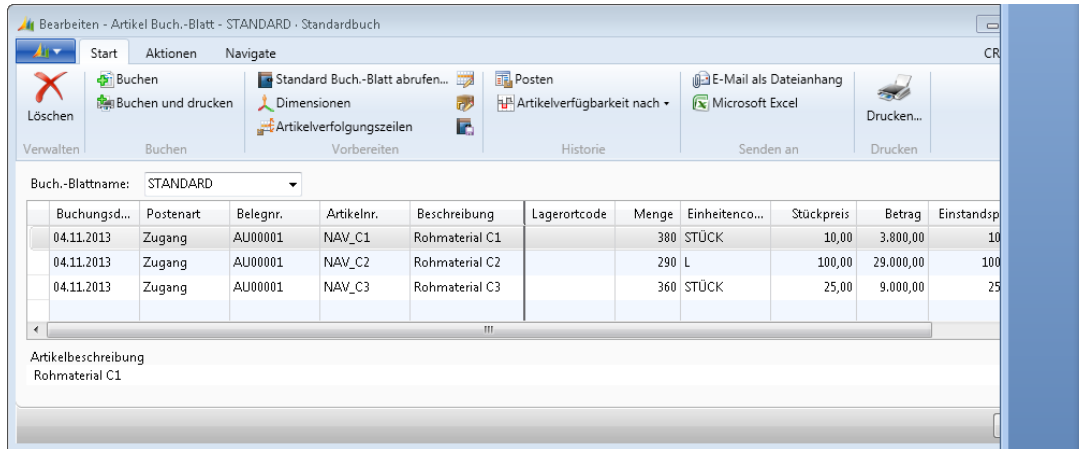

Abbildung 7.8 Artikelbuchungsblatt zur Buchung der Lagerbestände zur Deckung des Komponentenbedarfs
3. Buchen Sie die benötigten Mengen der Komponenten C1, C2 und C3 als Zugänge auf den Lagerort »Leer« (siehe Abbildung 7.8).